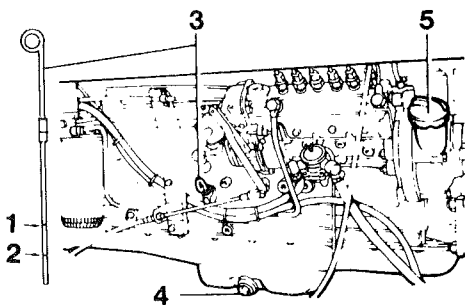

Abb. 24 Motor
- 2 Den Ölstand am Ölmeßstab messen. Er soll ungefähr bei der oberen Ölstandmarke (1, Abb. 24) liegen. Wenn erforderlich, Öl nachfüllen.